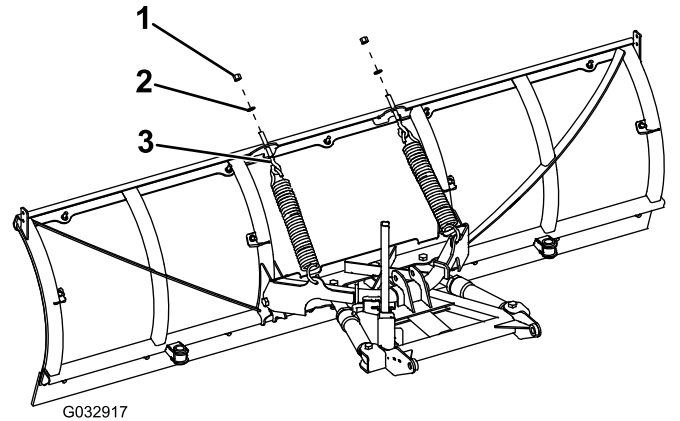

Figure 5
3. Accrochez les 2 ressorts de déclenchement dans les trous sur le cadre de poussée (Figure 5).
4. Accrochez l'autre côté des ressorts de déclenchement aux 2 boulons à œil (Figure 5).
5. Insérez l'extrémité fileté des boulons à œil dans les trous sur la lame chasse-neige et fixez-les avec 2 rondelles (1/2 po) et 2 écrous autofreinés (Figure 5).